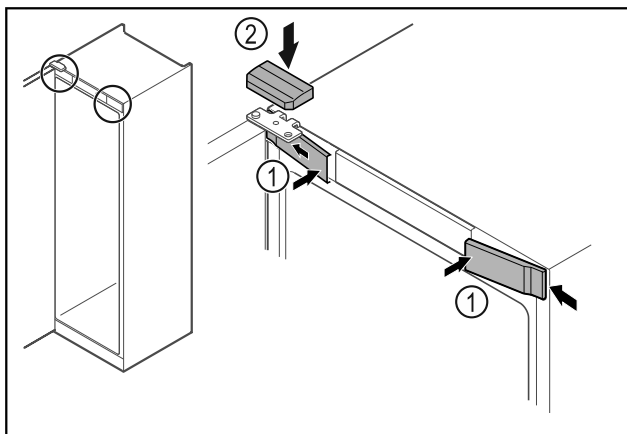

Fig. 27
- ▶ Aizkabiniet sānos priekšējos pārsegus Fig. 27 (1) un nofiksējiet.
- ▶ Nofiksējiet augšējo pārsegu Fig. 27 (2) no augšpuses.